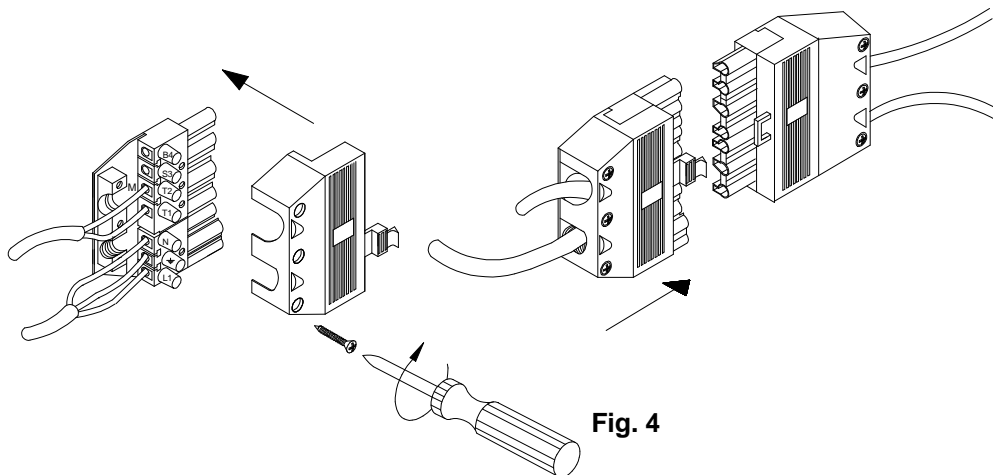
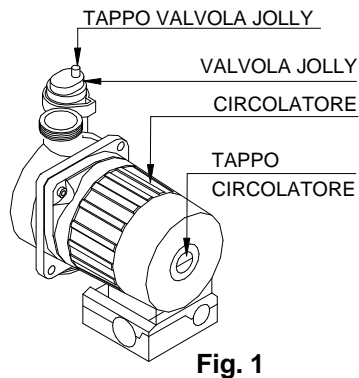
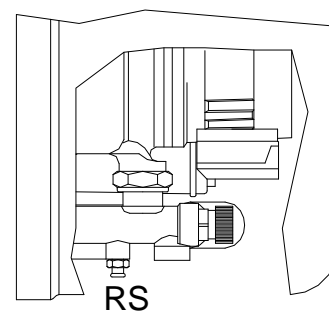

Fig. 4
Fig. 1
Fig. 2
- Montare il coperchio sul connettore C1 (fig. 4) e riconnettere lo stesso al connettore C2 sulla caldaia;
- controllare che il tappo della valvola jolly sia leggermente allentato per permettere all'aria di fuoriuscire dall'impianto (fig.1 pag. 10);
- portare la manopola dell'interruttore **1** in posizione INVERNO \* (fig. 1), dopo pochi secondi si avvierà il circolatore;
- controllare la pressione dell'impianto; se questa fosse diminuita aprire di nuovo il rubinetto di riempimento fino a che la spia **12** (fig. 2 pag. 9) si accende (pressione 1.5 bar nel manometro) **e ad operazione terminata richiudere il rubinetto di carico**;
- posizionare la manopola dell'interruttore **1** su ❄ inverno (fig. 1 pag. 9);
- verificare l'accensione della spia di funzionamento **4** (fig. 2 pag. 9). Il sistema di accensione automatico accenderà il bruciatore. Potrebbe essere necessario ripetere più volte l'operazione per eliminare l'aria nella tubazione. Per ripetere l'operazione attendere circa 3 minuti poi, per sbloccare nuovamente la caldaia, spegnere (posizionando la manopola 1 fig.1 pag. 9 sulla posizione OFF) e quindi riaccendere l'apparecchio (posizionando la manopola 1 fig.1 pag. 9 sulla posizione ❄);
- mettere la manopola **1** in posizione "off" (fig. 1 pag. 9), inserire un manometro nella presa di pressione (fig. 4 pag. 12), accendere la caldaia e controllare i valori di pressione massima e minima di taratura del modulatore secondo i valori di riferimento riportati sulla targa gas (per controllare la pressione massima di modulazione del modulatore, aprire un rubinetto acqua calda sanitaria e verificare se la pressione massima è uguale a quella di targa; per controllare la minima, staccare un filo della bobina del modulatore e verificare sul manometro se la pressione minima è uguale a quella di targa; se la pressione massima non corrisponde a quella di targa, rifare la regolazione sul modulatore);
- ruotare il rubinetto di scarico RS (fig. 2) dell'impianto raccogliendo in un contenitore l'acqua che fuoriesce;
Dove fosse necessario avere una pressione gas più alta ( caso g.p.l. in inverno) per motivi di blocco in accensione, operare nel modo seguente: inserire un manometro nella presa di pressione 4 fig. 4 - 5 pag. 15; togliere il selettore sul connettore MET. - G.P.L. e inserirlo sul connettore RLA - CM1. Accendere la caldaia; A questo punto, il manometro segnerà la pressione minima regolata sul modulatore. Con un cacciavite a taglio piccolo agire sul trimmer R4 - RLA: girando in senso orario il manometro segnerà una pressione sempre più alta quanto più si gira il trimmer. Raggiunta la pressione di circa 11 - 12 mbar, togliere il selettore CM1 - RLA e riportarlo sulla posizione iniziale, togliere il manometro, serrare la vite e provare con acqua saponata se ci sono perdite di gas. (Il trimmer tutto in senso orario corrisponde alla massima pressione regolata sul modulatore).